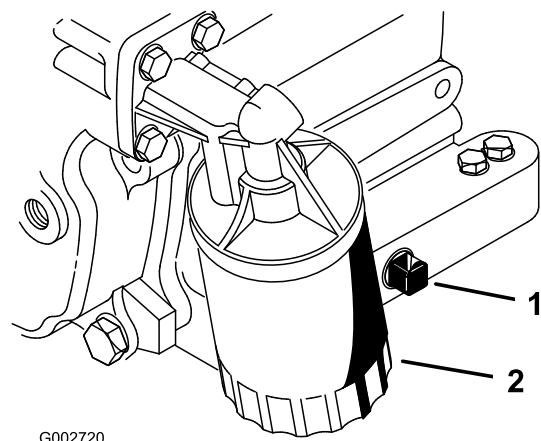

Figura 25
2. Retire o tampão de escoamento (Figura 25) e deixe o óleo escorrer para um recipiente adequado. Quando o óleo parar, volte a montar o tampão de escoamento.
3. Retire o filtro do óleo (Figura 25).